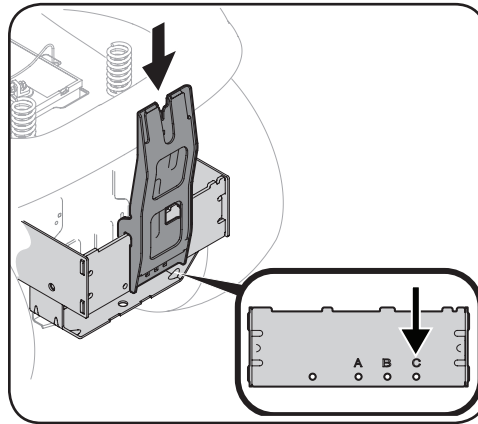

Figura 4-9
1. Instale la ménsula de soporte vertical en el conjunto de montaje sobre el tractor enganándola encima del soporte de montaje cruzado. Consulte la Figura 4-9.
2. Alinee la ménsula de soporte vertical con el orificio etiquetado "C". Vea el recuadro de la Figura 4-9.